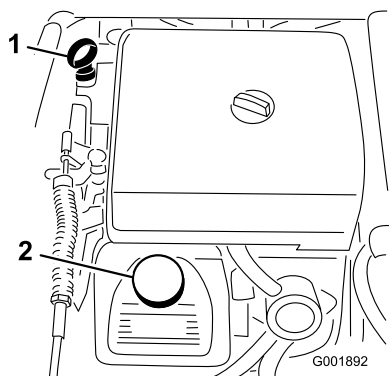

図 49
2. ディップスティックを抜き、ウェスで一度きれいに拭く(図 49)。ディップスティックを、チューブの根元までもう一度しっかりと差し込む。ディップスティックを引き抜いて油量を点検する。
3. オイルの量が不足している場合は、バルブ・カバーについている補給口のキャップ(図 49)を取り、ディップスティックの FULL マークまで補給する。補給するときは、ディップスティックで確認しながら少量ずつ入れてください。入れすぎないように注意してください。
- 所要量の約 80% のオイルを補給口から入れる (図 49)。